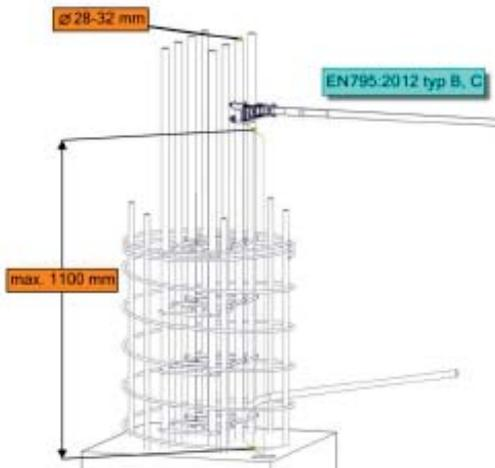

Abbildung 8. Installation von horizontalen Anschlagseilen in Verbindung mit dem Anschlagpunkt A-165
– Höhe bis zu 1100 mm über der Betonstruktur für Rippenstangen mit Kerndurchmessern von 28-32 mm. Abbildung 8
Für den Fall, dass wir einen Anschlagpunkt mit einer Anschlagvorrichtung mit flexibler Führung gemäß EN795:2012 Typ B, C und Abbildung 8 verwenden möchten, müssen die folgenden Bedingungen erfüllt sein: